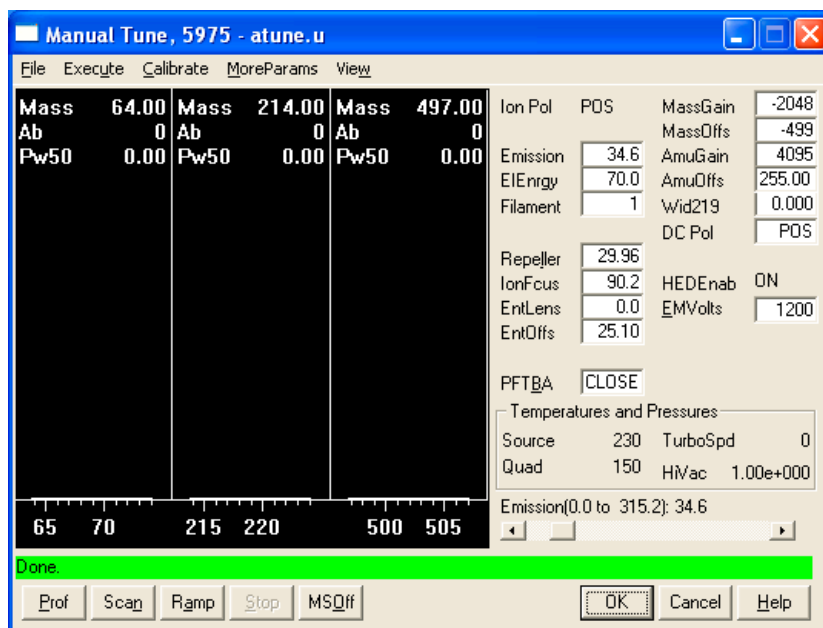

図 13 チューニングパラメータ
- 1 [機器コントロール (Instrument Control)] 画面で、[機器 (Instrument)] メニューから [チューニングパラメータ編集 (Edit Tune Parameters)] を選択します (図 13)。